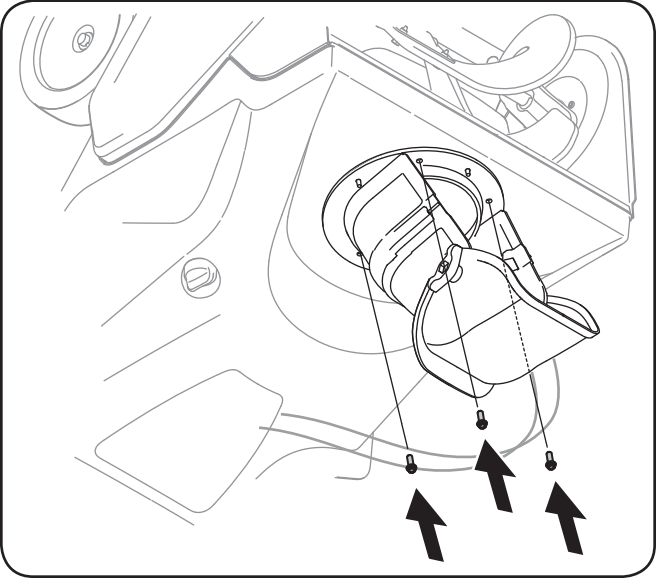

Figure 3-5
1. Alignez les trous de la base de la goulotte avec les trous de la goulotte inférieure et maintenez en place avec les vis à rondelle hex. enlevées précédemment. Voir la Fig. 3-5.